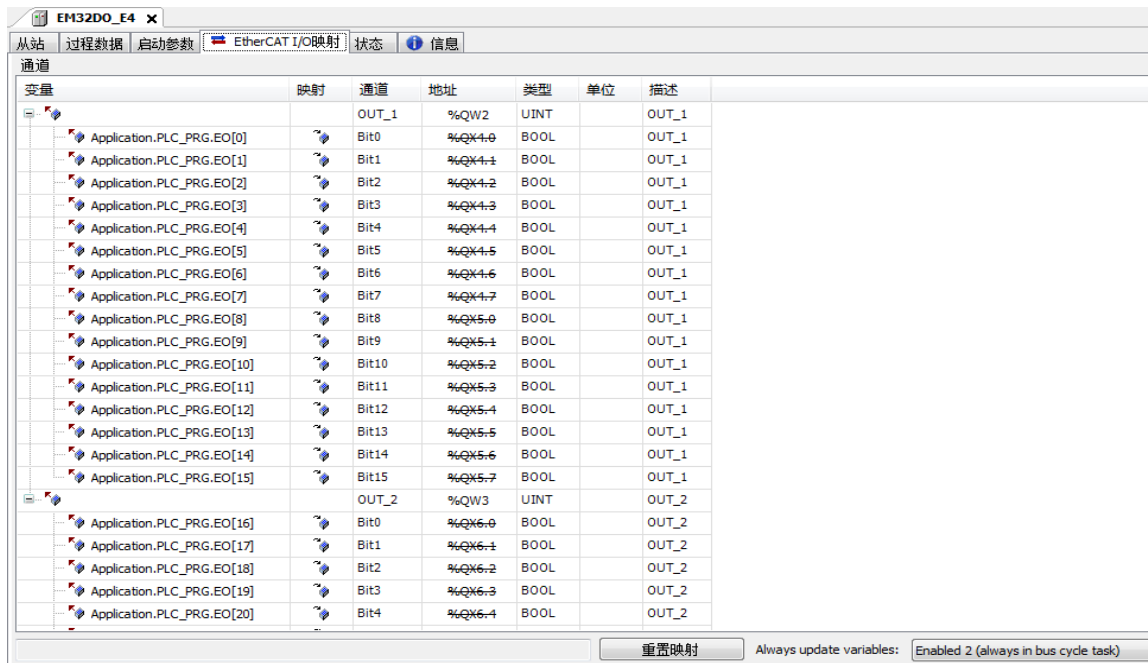

图 6.18 配置 IO 映射
(4) 编辑程序如下:
- 编写 IO 操作代码，如下图 6.18 所示。